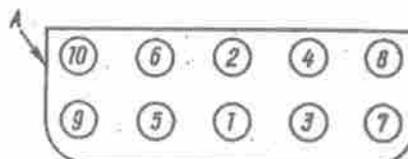

Bild 24. Reihenfolge, in der die Muttern des Zylinderkopfs anzuziehen sind;
1. Befestigungsmuttern des Zylinderkopfs nach Einlaufen des Kraftwagens und 1000 Laufkilometern nach Abnehmen des Zylinderkopfs nachziehen. Die Muttern nur am kalten Motor nachziehen und dabei die in Bild 24 dargestellte Reihenfolge einhalten. Endgültiges Anzugmoment - 7,3...7,8 kpm.